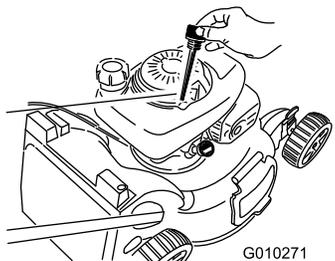

Figure 38
6. Retirez la jauge de niveau du tube de remplissage (Figure 38).